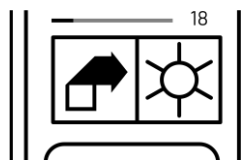

Рисунок 27 - Пиктограмма режима нагрева
3.6.2 Для выбора режима работы нажмите и удерживайте в течении 5 секунд кнопку «MODE». Пиктограмма над кнопкой (Рисунок 27, Рисунок 28, Рисунок 29) обозначает текущий режим работы. Основное поле меню регулировки уставки с изменением цвета и смены подписи